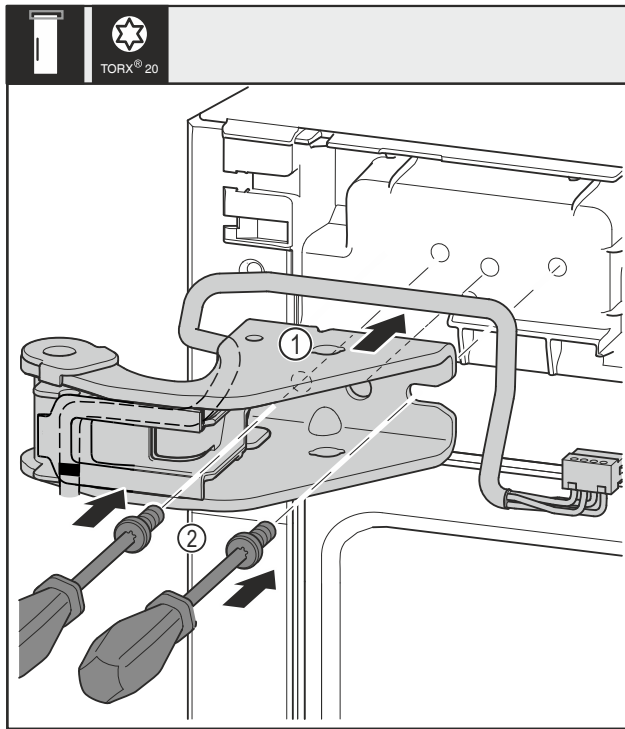

Fig. 31
- ▶ Встановіть верхній опорний кронштейн Fig. 31 (1).
- ▶ Встановіть та затягніть гвинти Fig. 31 (2) за допомогою викрутки.